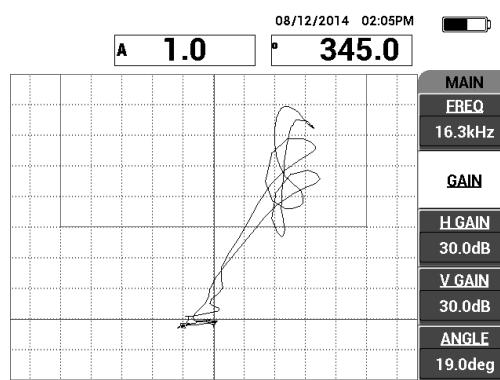

Рис. 6-68 Повторное сканирование зоны дефектов
- Установите преобразователь на бездефектную зону образца, снова нажмите клавишу **CAL NULL** ( $\oplus\ominus$ ), затем медленно просканируйте зону дефектов; при необходимости, настройте **УСИЛ**, **Г УСИЛ** или **В УСИЛ** (см. Рис. 6-68 на стр. 179).